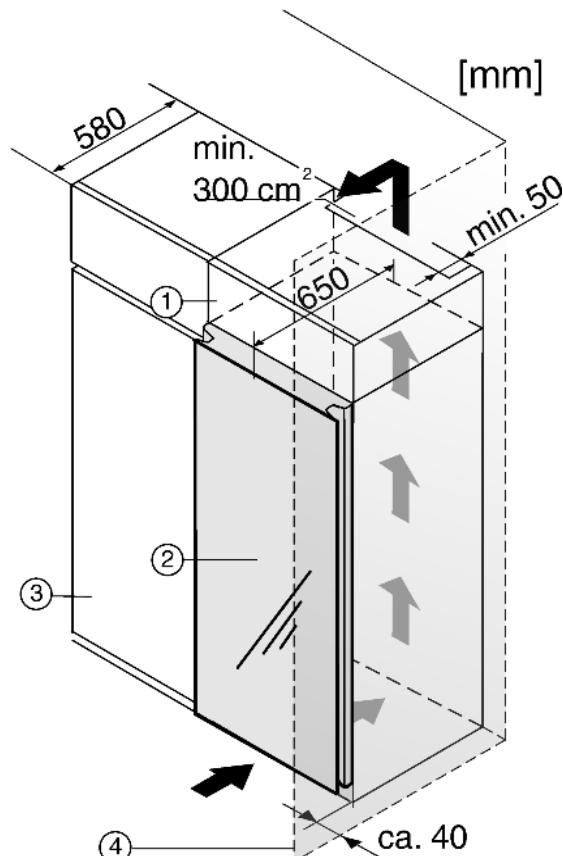

Fig. 12
(1) Дополнительный шкафчик
(2) Устройство
(3) Кухонный шкаф
(4) Стенка
При комбинировании с обычными кухонными шкафами (глубина макс. 580 мм) устройство можно установить непосредственно рядом с кухонным шкафом Fig. 12 (3). Дверь устройства выступает на 70 мм относительно передней стенки кухонного шкафа. Поэтому ее можно свободно открывать и закрывать.
Если устройство установлено на шарнирах у стены Fig. 12 (4), то расстояние между устройством и стеной должно быть не менее 40 мм.